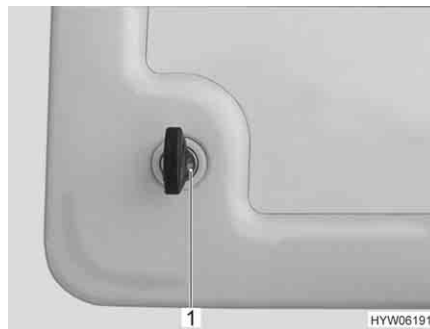

Bild 36 Trycklås servicelucka
- Stick in nyckeln i låscylindern i trycklåset (Bild 36,1) och vrid ett kvarts varv. Trycklåset är låst.